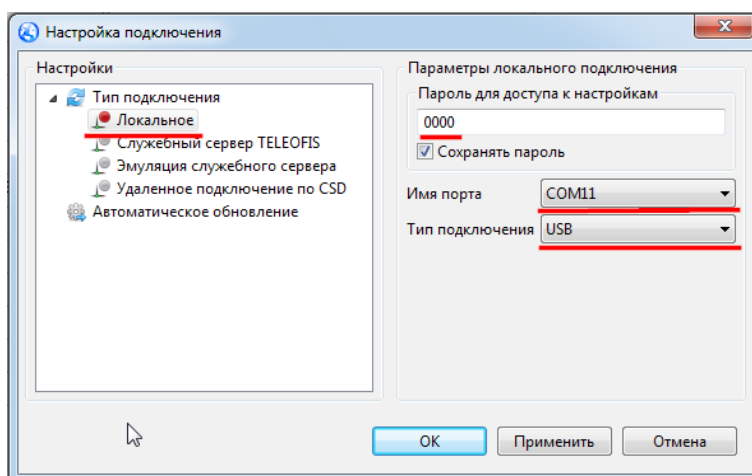

Рис. 21. Настройка локального подключения.
2. В параметрах настройки задайте пароль для доступа, номер COM-порта и тип подключения (по умолчанию «USB»). В качестве имени порта допускается указать конкретный COM-порт компьютера или выбрать режим «Авто», при котором программа автоматически осуществляет поиск подключённого терминала (Рис. 21).